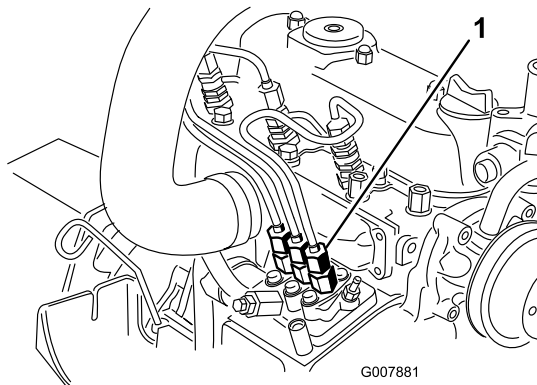

図 41
1. 燃料噴射ポンプから No.1インジェクタノズル 図 41 へのパイプ接続部の下にウェスを当て、パイプの接続をゆるめる。